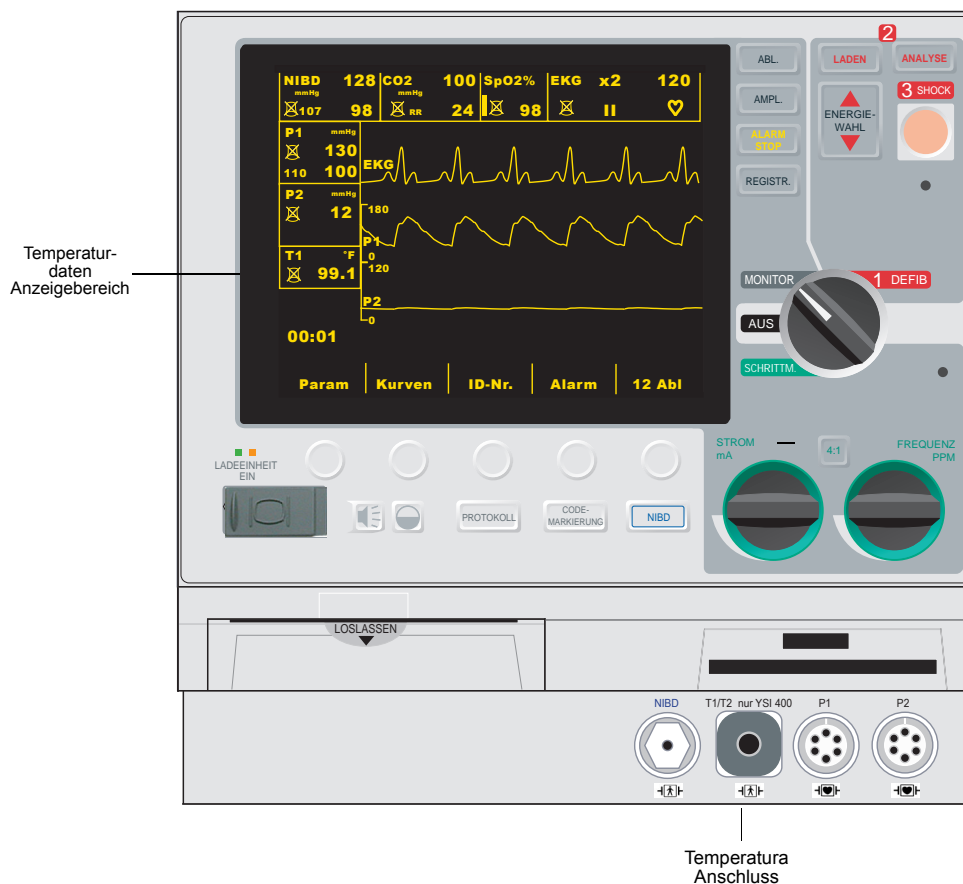
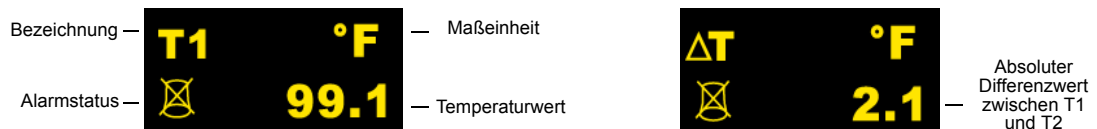

Abbildung 1: M Series Vorderseite mit Temperaturoption
Abbildung 2: Temperatur-Datenanzeigebereich
4. Wenn Sie zwei Temperatursonden verwenden, schließen Sie den Y-Adapter an den Temperaturanschluss an der Vorderseite des Geräts der M Series an (siehe Abbildung 1: op pagina 3).
Wenn die Temperatursonde und das Kabel ordnungsgemäß angeschlossen sind, werden die Temperaturwerte sofort angezeigt (siehe Fig. 1 und Fig. 2). Beachten Sie beim Ablesen der Temperaturwerte am Bildschirm, dass die Platzierung der Sonde am Patienten die Temperaturmessungen beeinflussen kann.